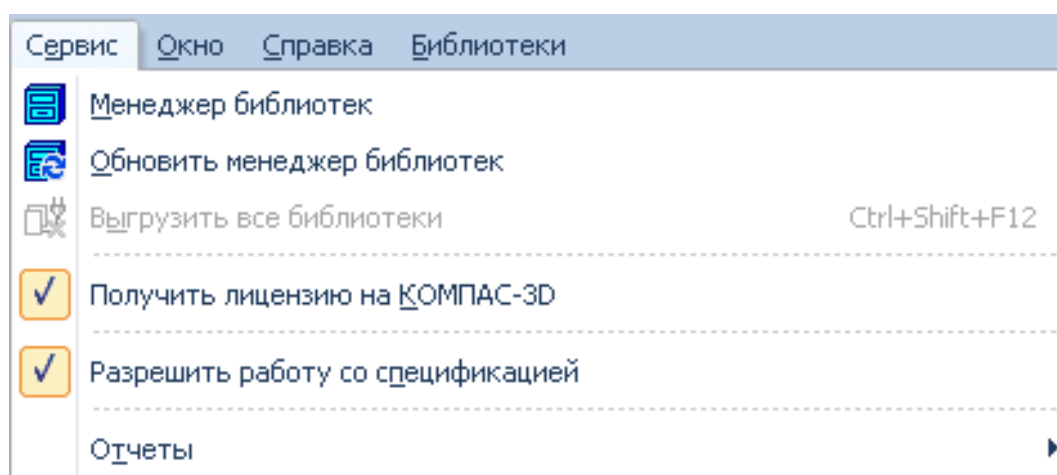

Рис. 3.2.3
2. Для побудови деталей у 3D необхідно перевірити чи активована ліцензія на КОМПАС-3D, для активації зайти у меню **Сервіс** та вибрати **Получить ліцензію на КОМПАС-3D** (рис. 3.2.3).